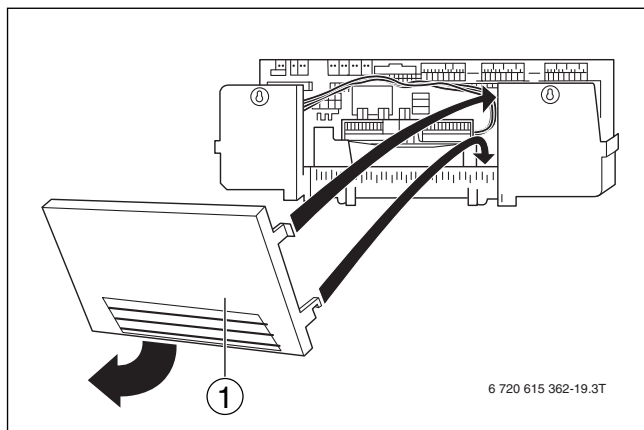

Рис. 23 Подготовка кабельного прохода
- ▶ При необходимости выломайте или вырежьте заглушки в задней стенке [1] (→ рис. 23).
- ▶ Установите заднюю стенку на систему управления (→ рис. 23).